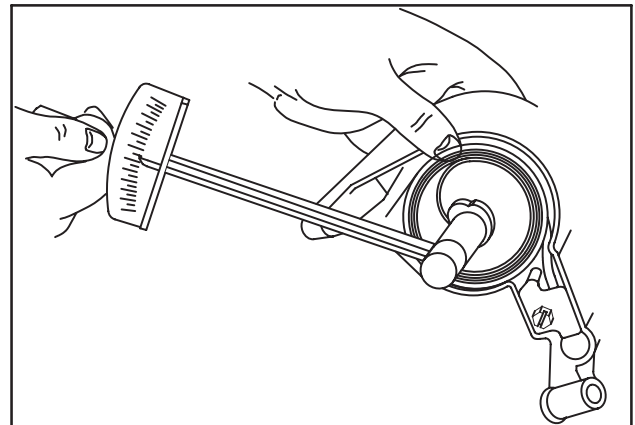

Fig. 63
12. Serrer la vis au couple de 9 à 10 Nm, Fig. 63.